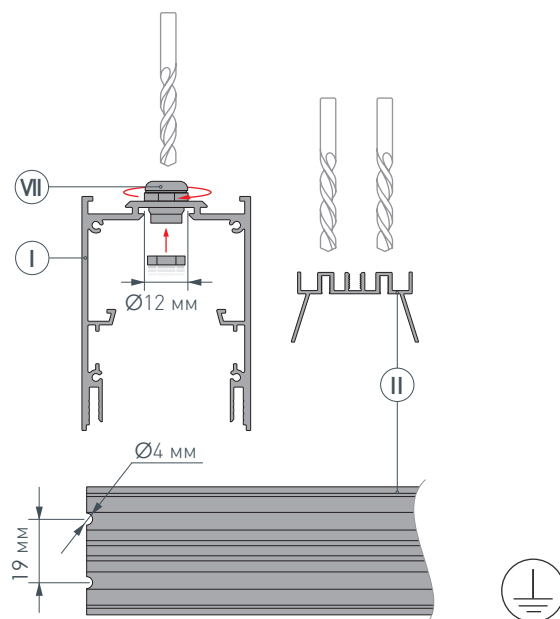

Рис. 1. Подготовка отверстий для вывода кабелей на основании для светодиодной ленты **II**. Вид сверху
- 1** Просверлите отверстие  $\varnothing 12$  мм в профиле **I** для вывода сетевого кабеля, а также для установки клемм заземления профиля и блока питания. Затем просверлите два отверстия  $\varnothing 4$  мм в основании для ленты **II** для вывода кабеля питания светодиодной ленты, как показано на рис. 1. **Установите клеммы заземления профиля и блока питания.** Установите и зафиксируйте в профиле **I**, в отверстии для сетевого кабеля медную муфту **VII**.